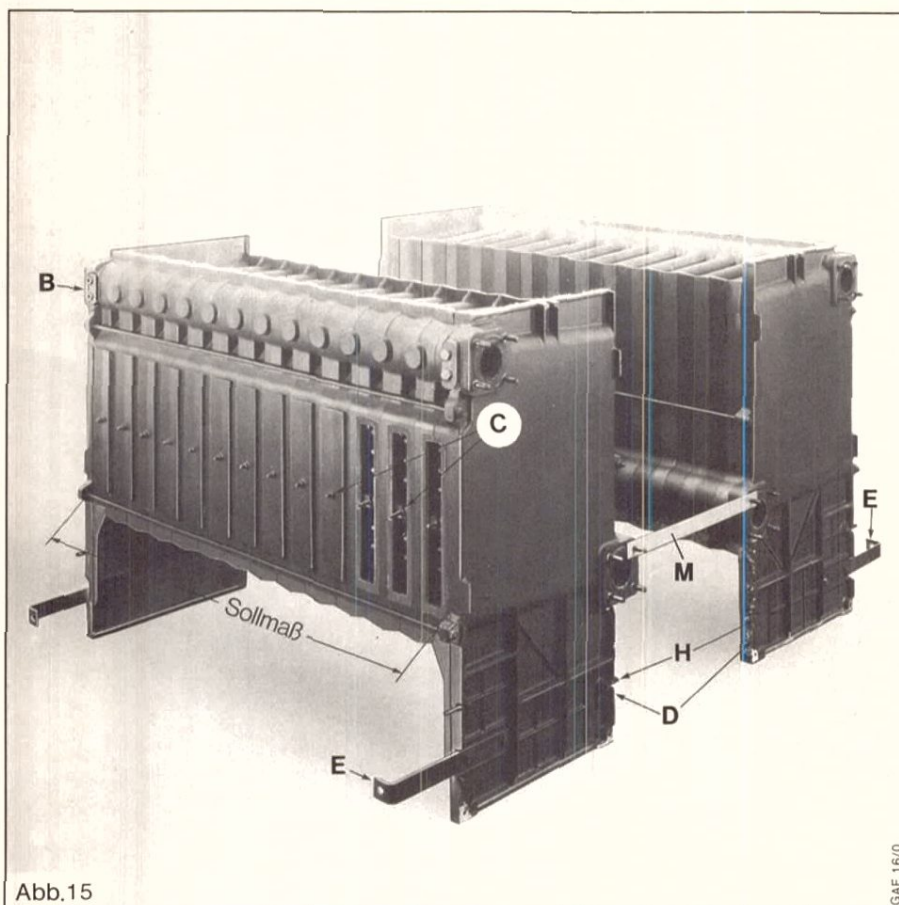
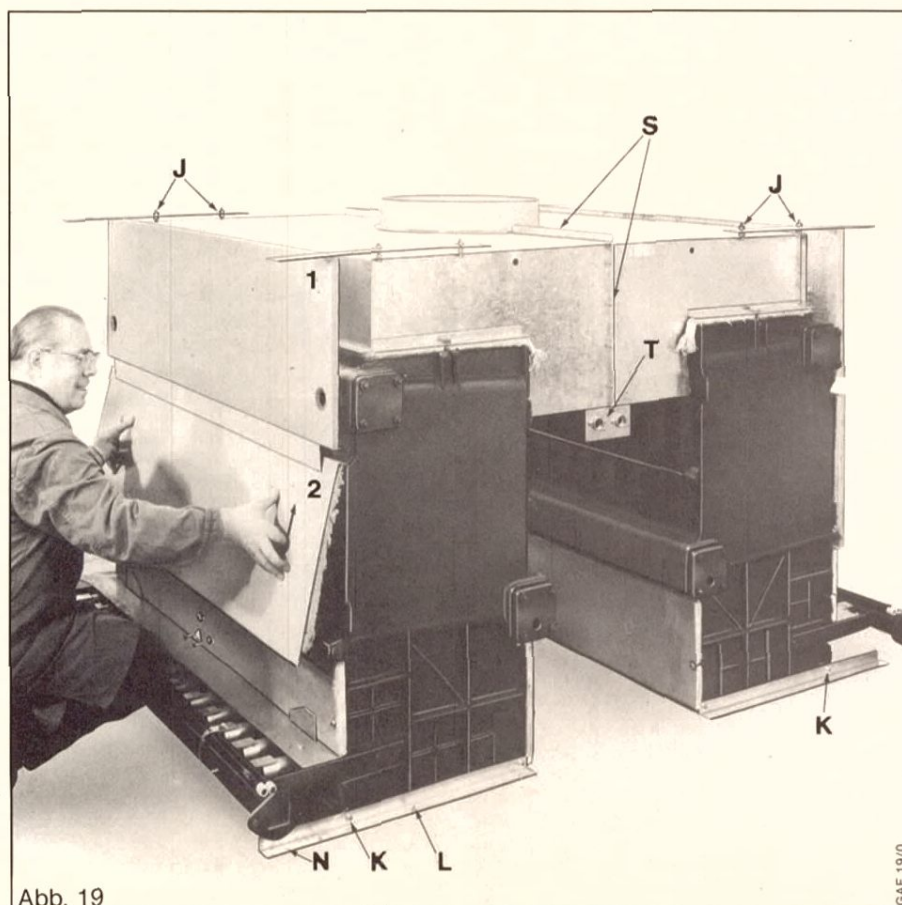
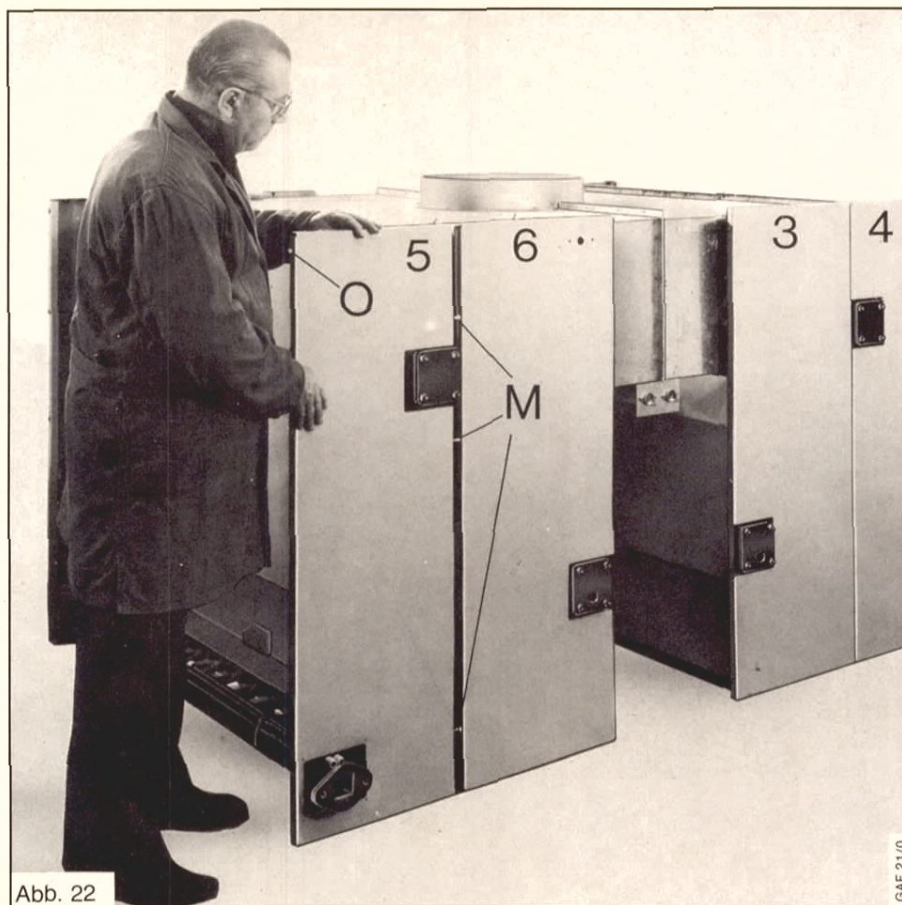

Abb. 15
Abb. 19
Abb. 22
Dichtungen nicht vergessen. In die Bohrung $R\frac{1}{2}$ " jedes Endgliedes mit Vorlaufanschluß Schutzrohre für Instrumententafel einschrauben, (B) Abb. 15.
Hammerschraube in die Aussparung innerhalb der Reinigungsöffnung einführen und mit Mutter befestigen. Reinigungsdeckel über die Schrauben schieben und mit den Messingmuttern fest verschrauben, (C) Abb. 15.
Kesselfüße (2) unter die Endglieder (1) der Kesselblöcke stellen und mit den Sechskantschrauben (K) der Winkelleisten (N) befestigen. Siehe Abb. 19 Seite 13.
In Bohrung (D), Abb. 15, der Endglieder Sechskantschrauben nach innen durchstecken und mit Mutter kontern. Auf-
loch sich auf der Gasstraßenseite befindet, (E) Abb. 15. Verteilerrohr mit Ovalflansch zur Gasstraßenseite anschrauben.
Brennerplatte und große Unterlegscheiben auf die Augenschrauben (H), Abb. 15, stecken und mit Sechskantmutter fest verschrauben.
Augenschrauben (H), Abb. 15, mit Sechskantschrauben in den Aussparungen der Endglieder befestigen. Brennraum-
Strömungssicherungshälften auf die Kesselblöcke aufsetzen, Asbestschnur (S) zwischenlegen, Abb. 19, und Hälften miteinander verschrauben.
Abgasstutzen mit Asbestschnur und Halteblech (T), Abb. 19, für Rückstromfühler anbauen.
Als Träger der Haltebleche sind je Kesselblock 4 Sechskantschrauben (J), Abb. 19, mit der Strömungssicherung zu verbinden. Die Haltebleche werden durch je 4 Sechskantmutter in Höhe und Ausladung festgelegt.
Winkelleisten mit Sechskantschrauben (K), Abb. 19, an den Endgliedern wie folgt befestigen. Bei Sollmaß, Abb. 15, bis + 5 mm pro Schraube zwischen Kesselblock und Winkelleiste 2 Unterlegscheiben verwenden, bei Sollmaß von + 5,5 mm bis + 8 mm 1 Unterlegscheibe. Bei Sollmaß von + 8,5 mm bis + 10 mm ist keine Unterlegscheibe erforderlich.
Strömungssicherung auf den Kesselblock aufsetzen und mit Hammerschrauben fest anziehen. Siehe Abb. 19.
Siehe Abb. 19 Seite 10.
Mantelblech, innen (1), Abb. 19, auf die vordere obere Ankerstange stellen und oben mit 2 Blechschrauben am Halteblech befestigen. Mantelblech, innen (2) oben unter die Blechzunge von Blech (1) stecken, nach oben schieben, an den Kessel anlegen und auf die untere Ankerstange absenken.
Mantelblech, seitlich (6), Abb. 22, auf die Stifte (L), Abb. 19, der Winkelleiste stellen und oben mit 2 Blechschrauben am Halteblech verschrauben. Fassonschrauben (M), Abb. 22, von Mantelblech, seitlich (6) in Blech (5) stecken, oben mit 1 Blechschraube am Halteblech und unten bei (N), Abb. 19, mit 1 Kreuzschlitzschraube M 5 an der Winkelleiste befestigen.
Mantelblech, vorn (7) in die Schrauben (O), Abb. 22, von Blech (4) links und Blech (5) rechts so einhängen, daß der Ausschnitt für die Instrumententafel auf der Vorlaufanschlußseite liegt. Schutzkasten und Instrumententafel (VE Instrumententafel) in Blech (7) montieren und Temperaturfühler in vorgesehene Schutzrohre einstecken und sichern.